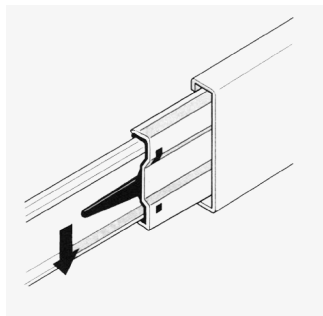
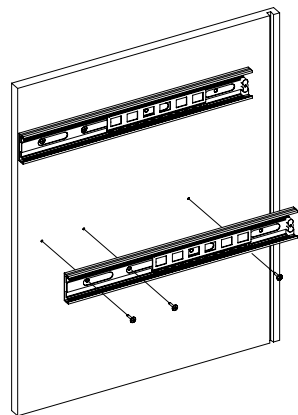

Рис.1
Рис.2
1. Отсоедините от основания телескопических направляющих внутренние планки, отогнув пластиковый рычажок фиксатора (Рис. 1). Основания телескопических направляющих закрепите на деталях 2, 3 корпуса изделия АС-24 шурупами 3, 5x16 (Рис. 2).